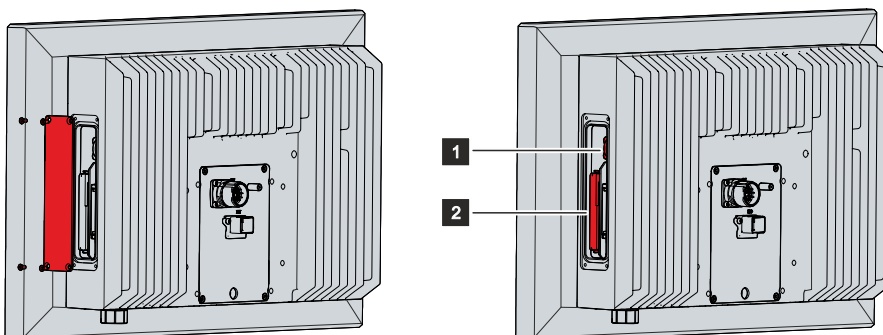

Abb. 41: Zugang Batterie und Speichermedium
2. Stecken Sie die neue Batterie per Hand in den PC. Achten Sie dabei auf die richtige Polung. Der Minuspol der Batterie muss zum Display zeigen (siehe Abb. 41).